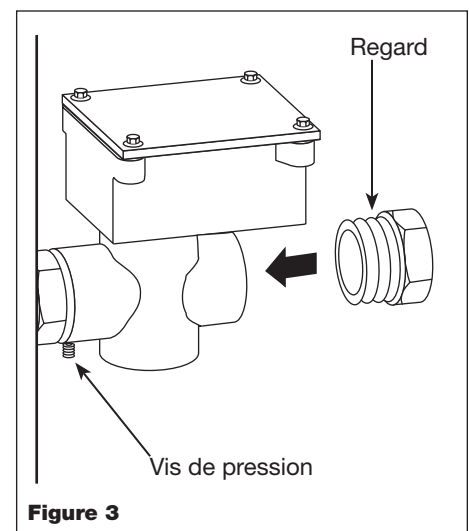

Figure 3
6. Serrer fermement les vis de pression et remettre le regard de niveau d'huile devant le carter (Voir Figure 3).